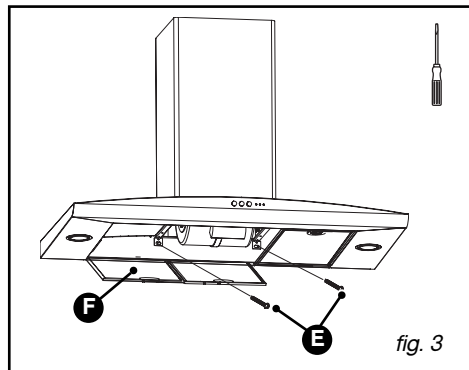

fig. 3
– Vissez les deux vis du bas (E/fig. 3).